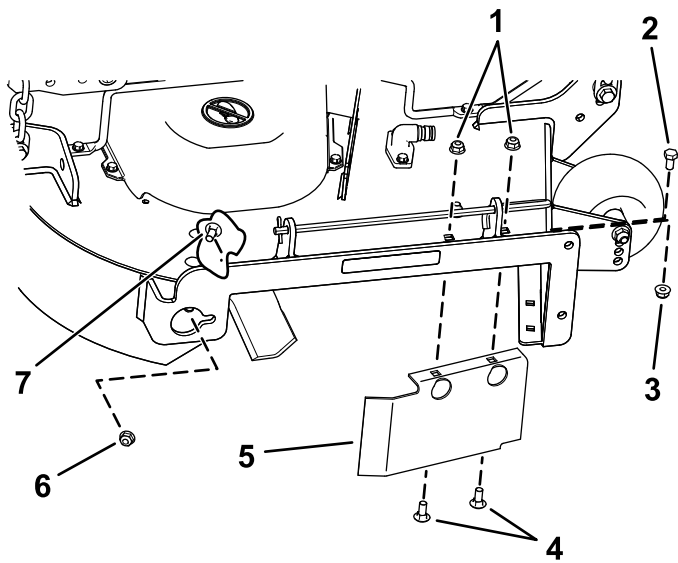

Figura 35
8. Retire el perno de cuello cuadrado (5/16" x 3/4") y la contratuerca (5/16"), situados en la pared trasera de la carcasa del cortacésped, que sujetan el deflector a la carcasa (Figura 35).
13. Instale las fijaciones retirados anteriormente en los taladros delanteros de la placa de descarga y en el taladro delantero de la carcasa (Figura 35).
9. Localice el protector del deflector en el borde delantero del orificio de descarga lateral (Figura 35).
10. Retire las fijaciones que sujetan el protector del deflector y el deflector derecho a la carcasa del cortacésped (Figura 35).